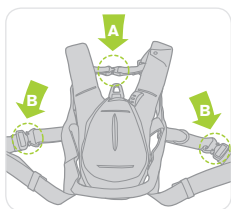

Figur 10
- Öppna snabbspännena på bröst- och benremmarna (se Figur 10).